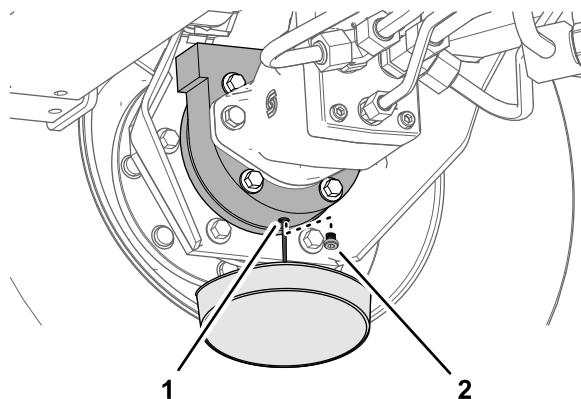

Figura 68
- Pod skříně brzdy umístěte vypouštěcí nádobu, demontujte vypouštěcí zátku a nechejte veškerý olej vytéct (Figura 68).